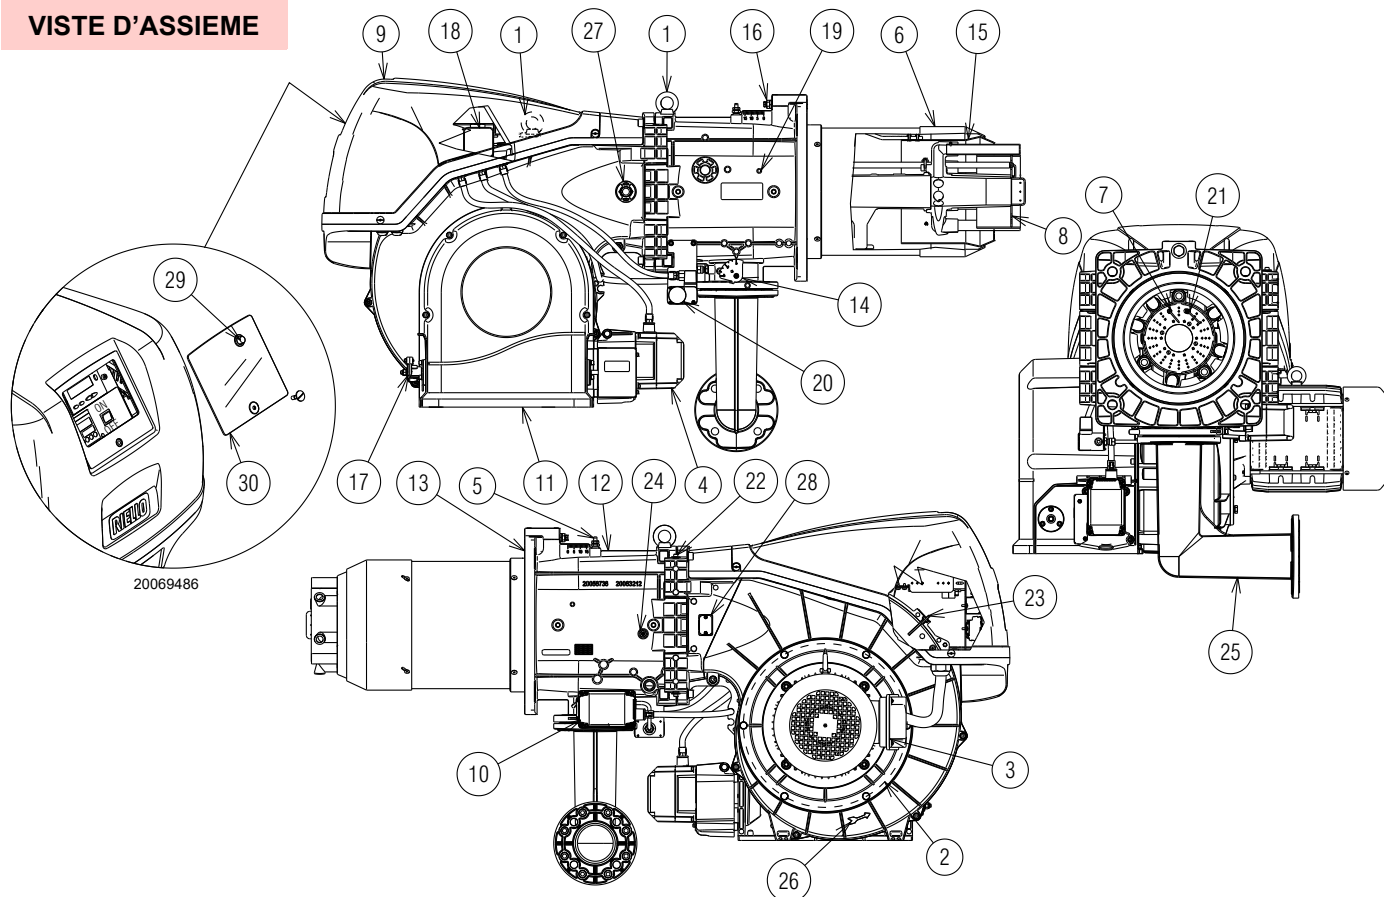

Fig. 4
- (1) Condizioni di riferimento: Temperatura ambiente 20°C - Temperatura gas 15°C - Pressione barometrica 1013 mbar - Altitudine 0 m s.l.m.
(2) Pressione alla presa del pressostato 5)(Fig. 4 a pag. 12) con pressione zero in camera di combustione ed alla potenza massima del bruciatore.
(3) Pressione sonora misurata nel laboratorio combustione del costruttore, con bruciatore funzionante su caldaia di prova, alla potenza massima. La Potenza sonora è misurata col metodo "Free Field", previsto dalla Norma EN 15036, e secondo una accuratezza di misura "Accuracy: Category 3", come descritto dalla Norma EN ISO 3746.